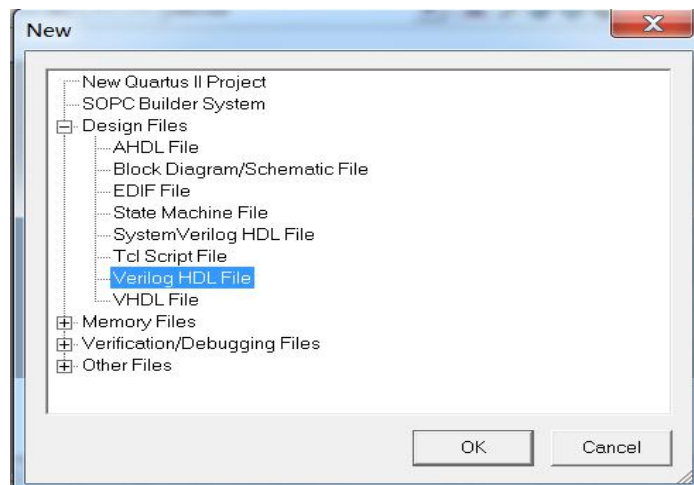

图 1-4-1 新建 Verilog HDL 文件
**步骤 3:** 启动 File \ New 菜单，如图 1-4-1，选择 “Verilog HDL File”，点击 OK。